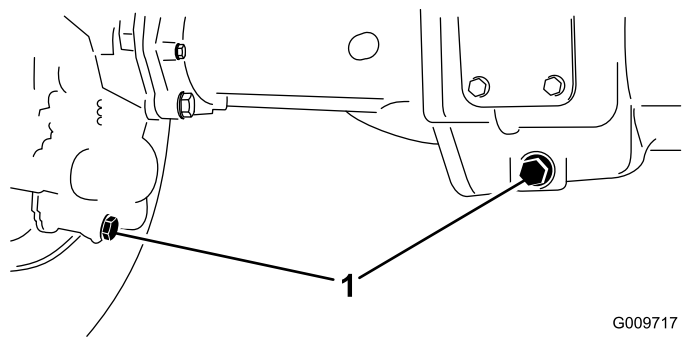

図 75
2. ドレンプラグ 図 75 左右端に個と中央に個、全部で 3 個あるの周辺をきれいに拭く。